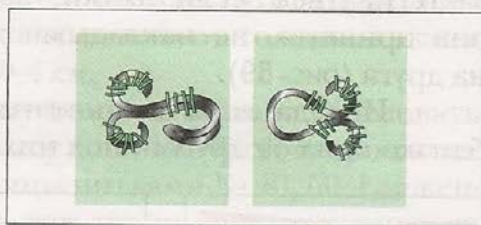

**Рис. 91.** Виды крючков и петель
*Крючки и петли* используют на участках с малым натяжением ткани для того, чтобы скрыть место застежки. Изготавливают их металлическими, различных форм и размеров (рис. 91). Нитки для пришивания крючков и петель выбирают в цвет тка-